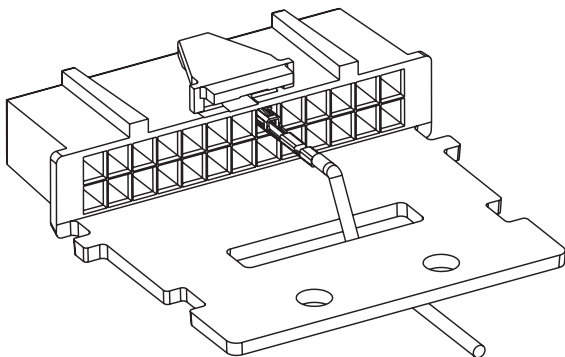

Figura 1a. Alívio de Tensão do Fio
6. Encaminhe os fios eléctricos através da ficha, de acordo com a *Figura 1a* ou, para aplicações com vários acessórios ligados ao rádio móvel, encaminhe os fios eléctricos conforme a *Figura 1b* e utilize a abraçadeira para fixar os fios eléctricos na ficha, depois de terminar o passo 7.